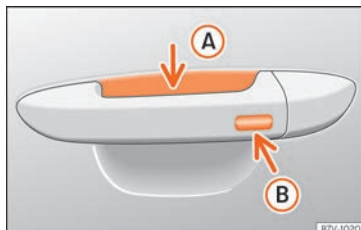

Abb. 52 Türgriff: Sensorflächen.
»» (Abb. 52)
- Berühren Sie die auf der Außenseite des Türgriffs befindliche Sensorfläche »» (Abb. 52)
- (B). Alle Blinker leuchten einmal auf.
- Berühren Sie innerhalb von 5 Sekunden einmal die auf der Außenseite des Türgriffs befindliche Sensorfläche **>>> (Abb. 52) (B)**. Ergreifen Sie dabei nicht den Türgriff. Das System Keyless Access ist jetzt vorübergehend deaktiviert.
- Überprüfen Sie die Deaktivierung, indem Sie nach Ablauf von mindestens 10 Sekunden am Türgriff ziehen. Die Tür sollte sich nicht öffnen. Beim nächsten Mal kann das Fahrzeug nur elektronisch mit dem Fahrzeugschlüssel entriegelt werden. Im Anschluss an die nächste Entriegelung ist das System Keyless Access erneut aktiviert **>>> (I)**.
Um mit der **Komfortfunktion** alle elektrischen Seitenfenster und das Glasdach zu schließen, lassen Sie einen Finger einige Sekunden auf der Sensorfläche für Verriegelung **>>> (Abb. 52) (B)** am Türgriff, bis die Seitenfenster und das Dach geschlossen sind.